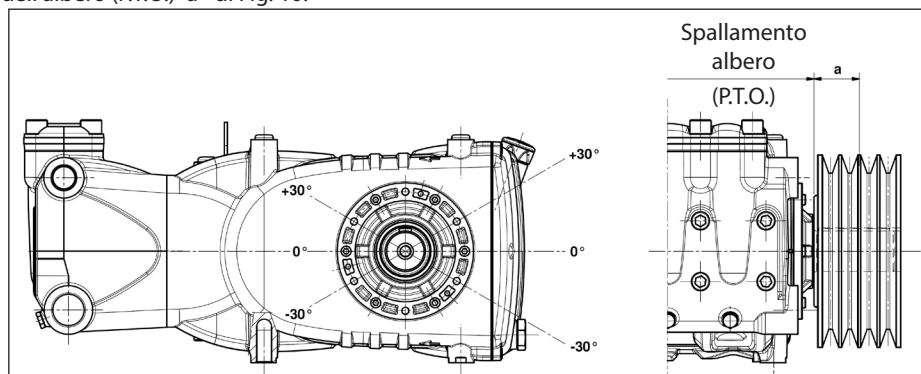

Fig. 10
Il carico radiale sull'albero non deve essere superiore a 7500 N (valore necessario per la definizione del Lay-out). La trasmissione è considerata adeguata se tale carico è applicato ad una distanza massima **a=40 mm** dallo spallamento dell'albero (P.T.O) come indicato in Fig. 10.
- b) Utilizzare cinghie ad alto rendimento - per esempio **XPB** invece di **SPB** - in quanto risulterà necessaria una quantità inferiore di cinghie a parità di potenza trasmessa ed una conseguente distanza inferiore della risultante rispetto allo spallamento dell'albero (P.T.O.) "a" di Fig. 10.